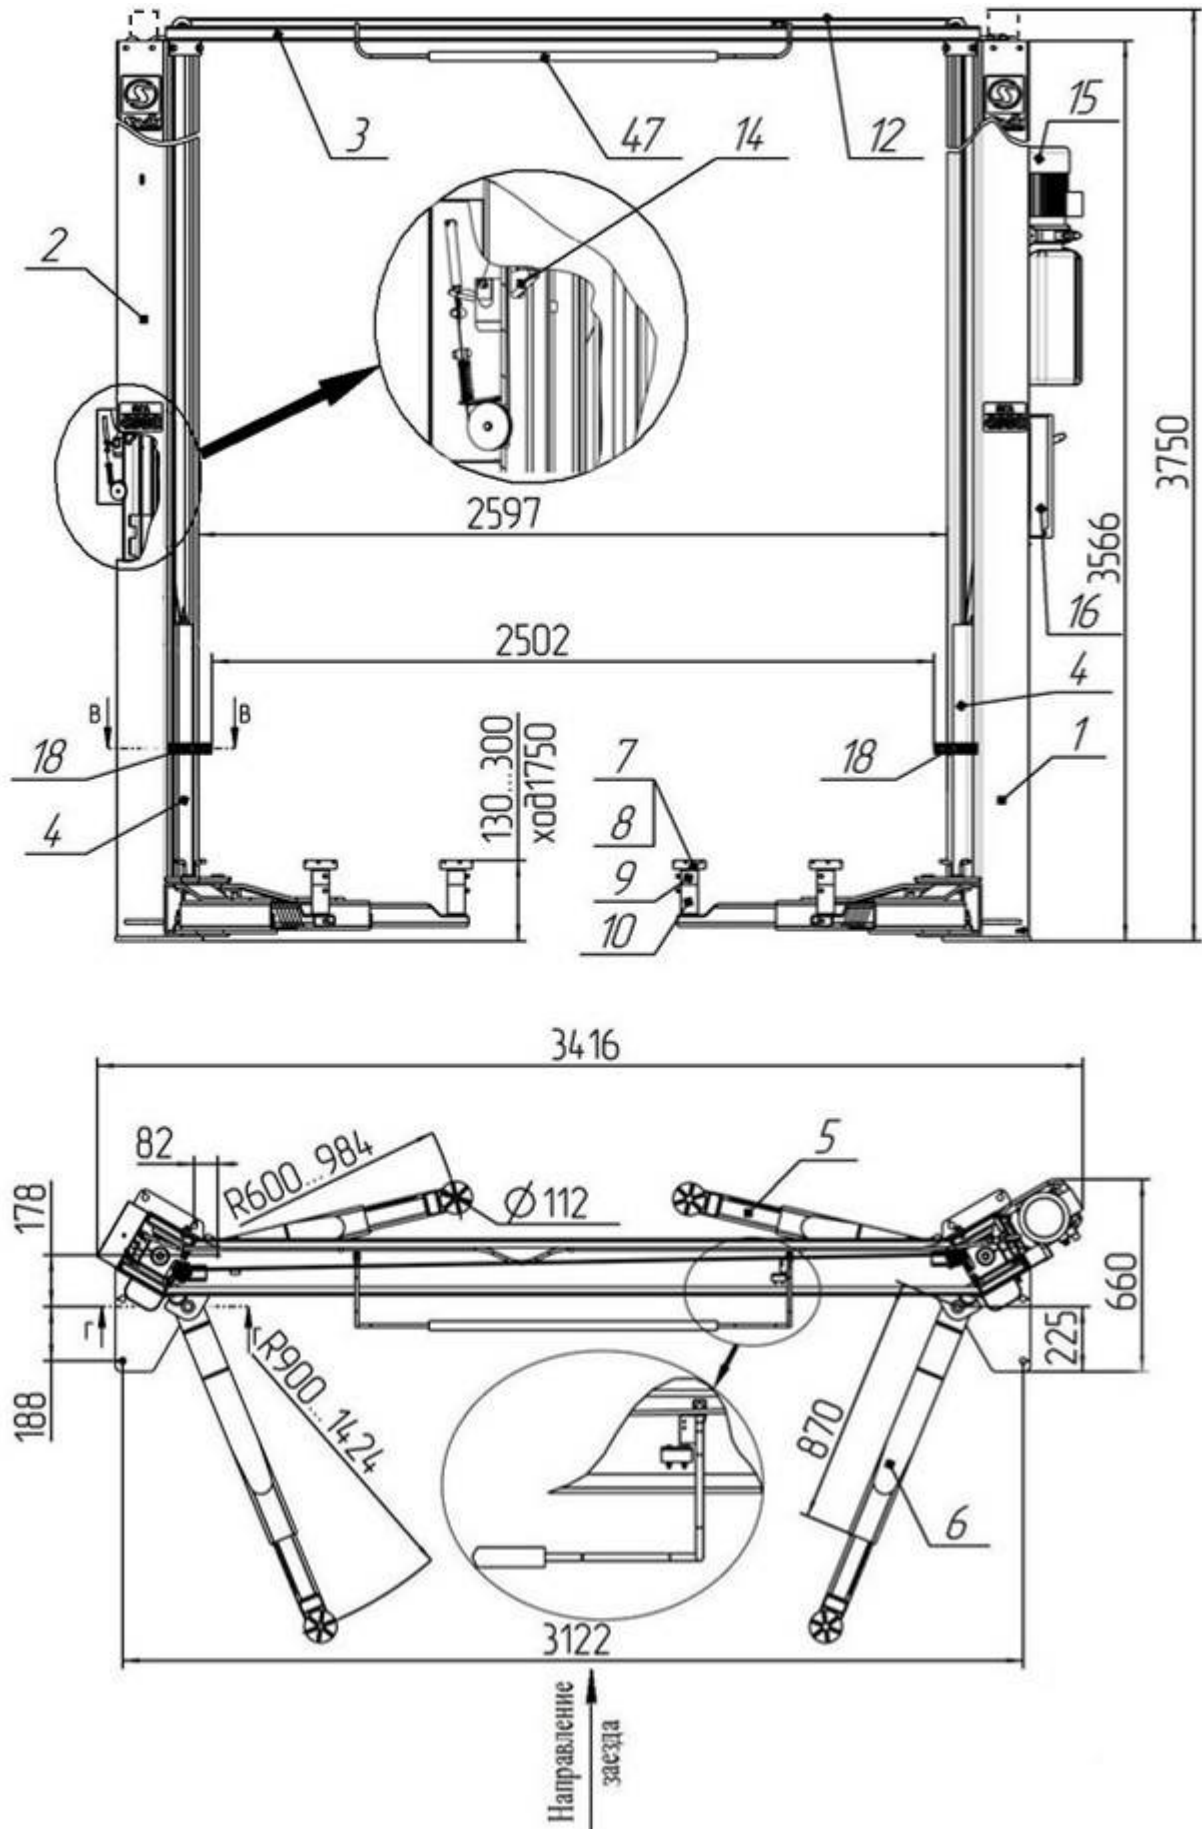
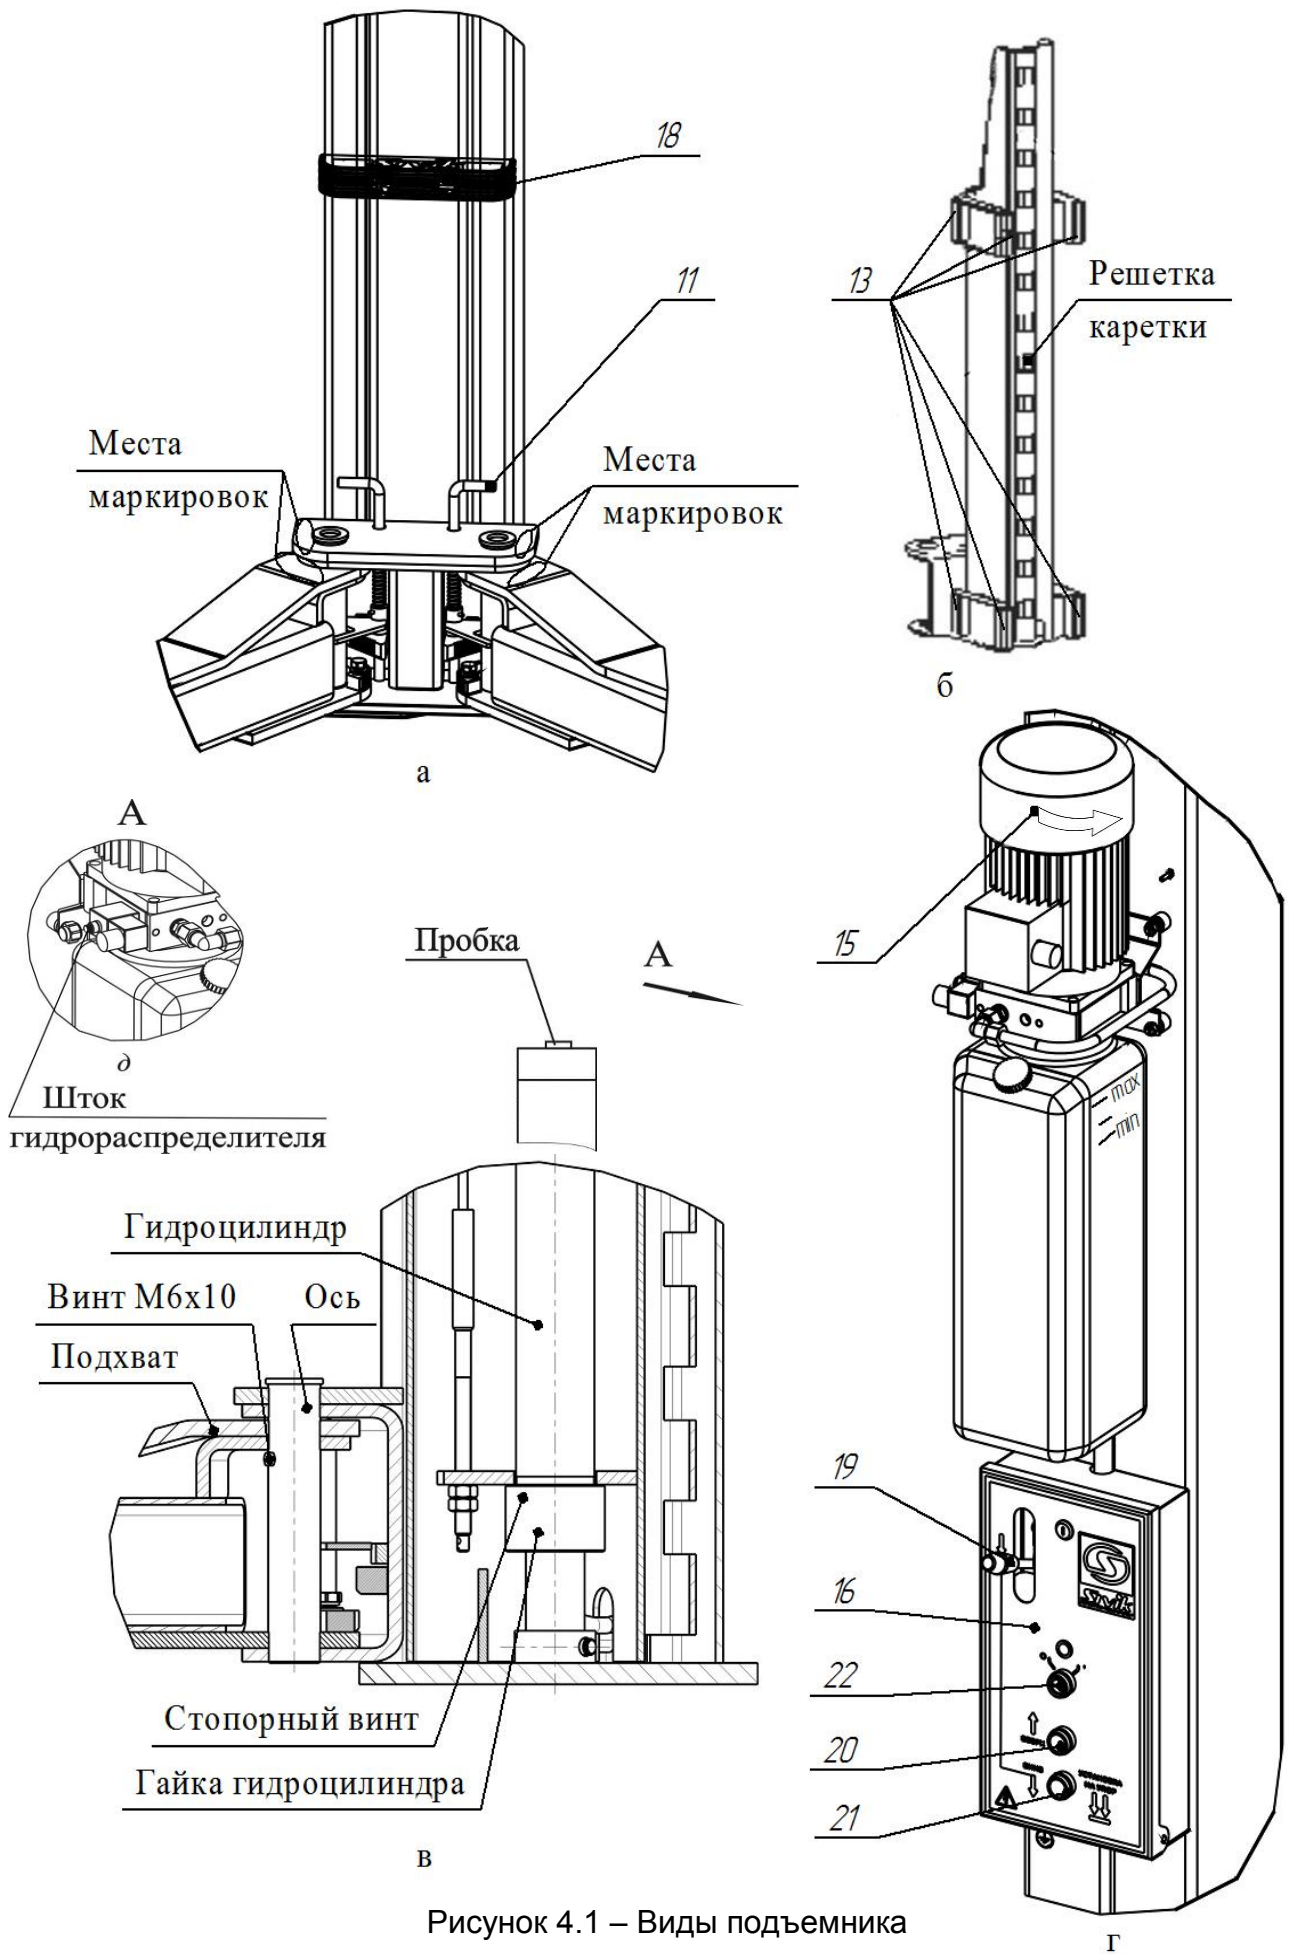

Рисунок 3.1 - Общий вид подъемника
Рисунок 4.1 – Виды подъемника
Подъемник (рисунок 3.1) состоит из двух стоек коробчатого сечения - правой 1 и левой 2, соединенных между собой перекладиной 3. В стойках размещены каретки 4 с закрепленными на них поворотными телескопическими подхватами 5 и 6 разной длины. На концах подхватов 5, 6 установлены опоры 7, втулки резьбовые 8, втулки 9, 10. Подхваты фиксируются стопорными устройствами 11 (рисунок 4.1а), автоматически срабатывающими при подъеме автомобиля. При опускании кареток 4 в крайнее нижнее положение происходит автоматическое расстопорение подхватов 5 и 6. Каретки 4 приводятся в движение гидравлическими цилиндрами, установленными внутри стоек. Подъемник снабжен системой 12 тросовой синхронизации движения кареток 4.
Каждая каретка 4 (рисунок 4.1б) снабжена полиамидными ползунами 13, скользящими по беговым дорожкам стоек 1 и 2. Каретки фиксируются на требуемой высоте стопорами-защелками 14 (рисунок 3.1), закрепленными на стойках 1,2 и входящими в зацепление с решетками на каретках 4.
На правой стойке (рисунок 4.1г) размещена насосная станция 15 с пультом управления 16. Внутри насосной станции 15 находится клапан предохранительный, предотвращающий перегрузку в гидросистеме. Клапан предохранительный настроен на заданное давление и опломбирован.
- касании автомобилем ограничительной дуги 47 перекладины 3 (рисунок 3.1);
Для предотвращения повреждения дверей автомобиля (при открывании) на каретки 4 установлены накладки 18, фиксируемые винтами М8х30, шайбами 8Г и шайбами 8 (рисунок 3.1 и рисунок 4.1а).
Управление подъемником осуществляется рычагом 19 (рисунок 4.1г) и двумя кнопками 20 и 21, установленными в пульте управления 16. Рычагом 19 осуществляется расстопорение кареток 4, а кнопками 20 и 21, подъем (кнопка 20) и опускание (кнопка 21) кареток 4.
ВНИМАНИЕ! Перед сборкой проверить затяжку гаек гидроцилиндров и стопорных винтов (рисунок 4.1в).
Для того чтобы проверить срабатывание упругой тяги 31, необходимо одному человеку прижать рукой защелку 14 к стойке 2, а другому повернуть рычаг 19 (рисунок 4.1г) вниз. Упругая тяга 31 должна вытянуться на полный ход штока 30.
При повороте рычага 19 (рисунок 4.1 г) защелки на левой и правой стойки должны срабатывать одновременно. При отпуске рычага 19, защелки на левой и правой стойке должны вернуться в исходное положение. Регулировка проводится выборкой слабины тросика 23 и обжатием петли от вытягивания зажимом 29.
6.9 Открутить пробку бака насосной станции 15 и залить масло (около 12 л) до верхней метки «МАХ» (рисунок 4.1г). Уровень масла контролировать визуально. Установить пробку бака на место.
- кратковременным нажатием на кнопку 20 (двигатель должен работать, вращение крыльчатки по стрелке на кожухе эл. двигателя, а из бака должно убывать масло, рисунок 4.1г).
- отвернуть пробки у каждого гидроцилиндра на один оборот (рисунок 4.1в)
6.13 Подхваты 5, 6 установить согласно маркировки как представлена на рисунке 4.1а и зафиксировать осями к кареткам 4 стоек (рисунок 4.1в). Оси фиксировать винтами М6х10. Допускается разновысотность подхватов до 10 мм. Убедитесь, что подхваты фиксируются стопорными устройствами 11.